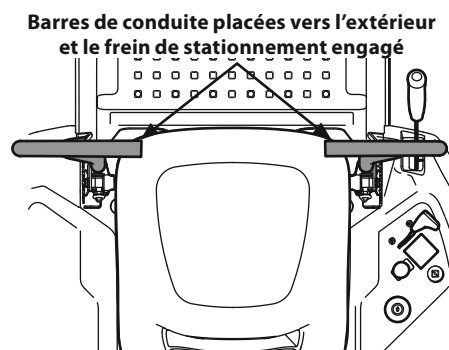

Figure 23
- Asseyez-vous et assurez-vous que les deux barres de conduite sont poussées à fond vers l'extérieur pour engager le frein de stationnement. Voir Figure 23. Veuillez consulter la section Première utilisation pour des instructions détaillées.